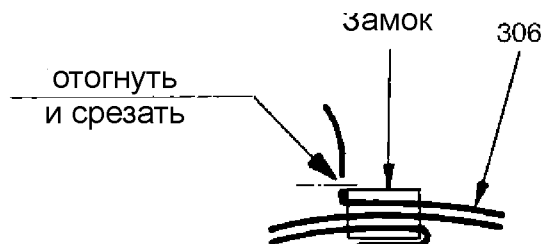

Рис. 13: Отгибание и срезание шарнирного зажима
- Проворачивать нажимный винт гаечным ключом или ключом с трещоткой по часовой стрелке до тех пор, пока шарнирный зажим не будет срезан. **ВНИМАНИЕ** Если шарнирный зажим на срезанной стороне окажется немного приподнятым, аккуратно выправить его. Нельзя постукивать и ударять по замку шарнирного зажима, так как в этом случае можно повредить манжету. **Указание:** Если шарнирные зажимы выполнены из сплава хастеллой, то срезание с помощью зажимного инструмента невозможно. После отгибания на замок шарнирный зажим срезается ножницами по металлу. После этого снять заусенцы с кромок среза (см. рис. 13).
При работе с зажимным инструментом PoK-it II после затяжки шарнирного зажима (306) с помощью замка поворотом зажимного инструмента выполнить отгибание так, чтобы зажим не мог проскользнуть назад через замок. После отгибания на замок шарнирный зажим срезается ножницами по металлу. После этого снять заусенцы с кромок среза (см. рис. 13).
ВНИМАНИЕ Проверить, достаточна ли величина отгиба шарнирного зажима, чтобы он не мог проскользнуть назад через замок (см. рис. 13). Если этого не удалось добиться, нужно снять шарнирный зажим и заменить его новым.